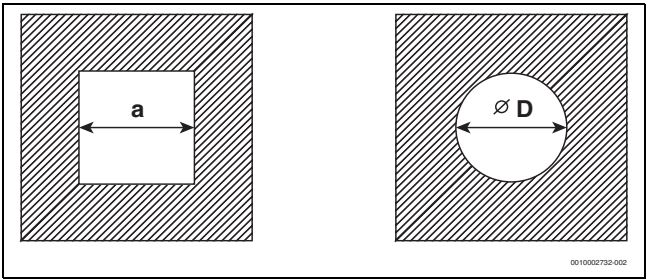

Bild 5 Rechteckiger und runder Querschnitt
- Prüfen, ob die zulässigen Schachtmaße für den vorgesehenen Einsatzfall gegeben sind. Wenn die Maße a_{min} oder D_{min} **unterschritten werden**, ist die Installation **nicht zulässig** (→ Bild 5 und Tab. 7).